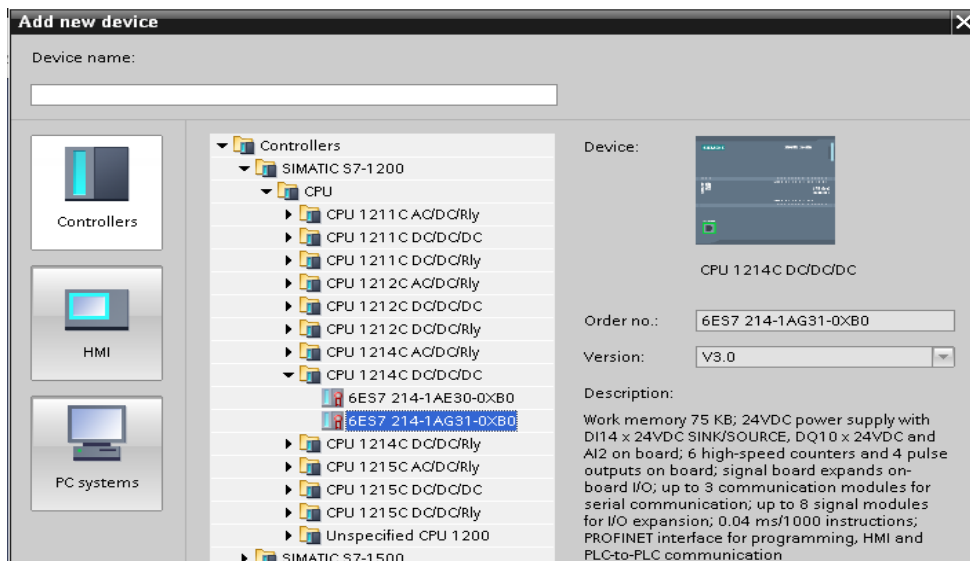

Рисунок 6 – Выбор ПЛК по заказному номеру
2) После создания проекта необходимо выбрать пункт Add new device > Controllers> и задать модель нашего ПЛК (CPU 1214C DC/DC/DC) по соответствующему заказному номеру и версии встроенного ПО (номер и версия ПО указывается на корпусе ПЛК, например 6ES7 214-1AG31-0CB0 v.3.0) – см. рис.6.